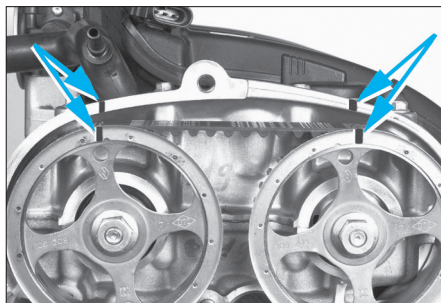

FIG. 22
- Effectuer un repérage des roues dentées d'arbres à cames par rapport au couvre-culasse (fig. 22).